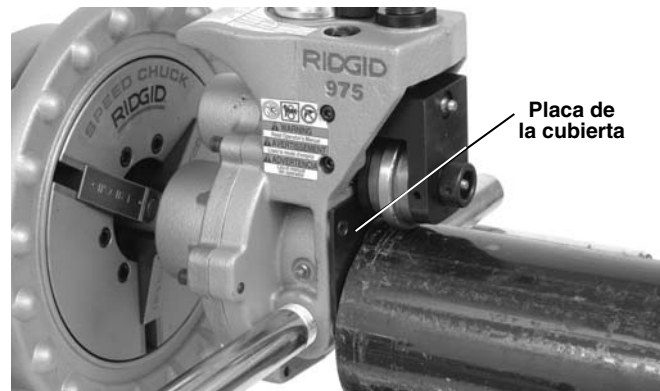

Figura 8 – Montaje del tubo sobre el eje de accionamiento y al ras con la placa de la cubierta
6. Ajuste el tubo y los soportatubos para que el extremo del tubo quede topando la placa de la cubierta de la Ranuradora y que el interior del tubo haga contacto con el contorno del eje de accionamiento (*Figura 8*). Las líneas imaginarias centrales del tubo y del eje de accionamiento deben quedar paralelas entre ellas. Esto se logra nivelando tanto el accionamiento motorizado o roscadora y el tubo.